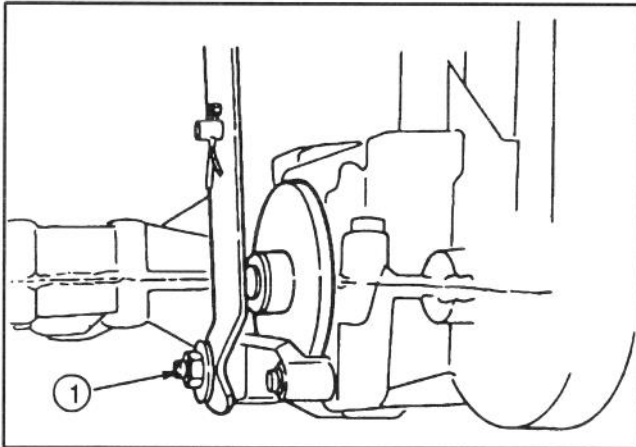

Figure 30
3. Serrer le contre-écrou d'environ 1/4 de tour dans le sens des aiguilles d'une montre (Fig. 30).